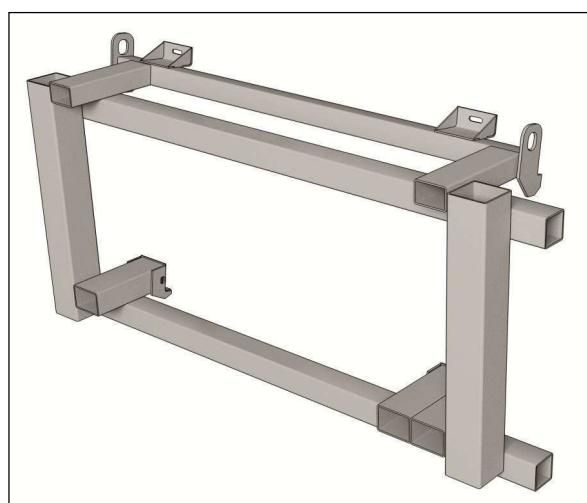

Рисунок 8.9 – Погрузочная рамка ЖСУ-600.33.11.200
ВНИМАНИЕ! ФИКСАТОРЫ 1 ОБЯЗАТЕЛЬНО ЗАМКНУТЬ ШПЛИНТАМИ 3 (рисунок 8.9).
8.4.1 Для компактной перевозки жаток RSM FS-600 и RSM FS-600-01 применяется погрузочная рамка ЖСУ-600.33.11.200 (см. рисунок 8.9).